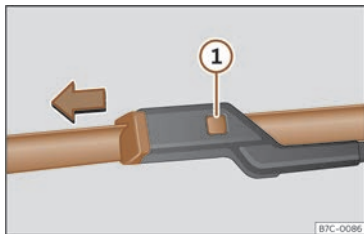

Abb. 209 Scheibenwischerblätter vorne auswechseln.
- Die Entriegelungstaste >>> (Abb. 209) ① gedrückt halten und gleichzeitig das Scheibenwischerblatt vorsichtig in Pfeilrichtung abziehen.